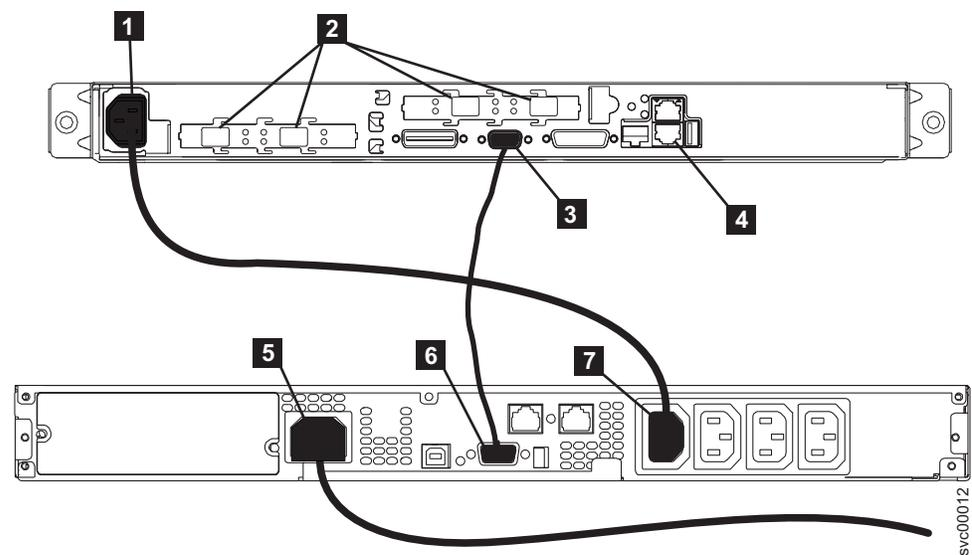

図 28. 無停電電源装置への SAN ボリューム・コントローラー電源ケーブルの接続。
1. SAN ボリューム・コントローラーの後ろにある電源コネクタ¹に電源ケーブルを差し込む。図 28 を参照してください。
2. SAN ボリューム・コントローラ電源ケーブルの空いている端を、UPS 5115 の負荷セグメント 1 コンセント **7** に差し込む。57 ページの図 28 を参照してください。
3. シグナル・ケーブルを、SAN ボリューム・コントローラのシリアル・コネクタ **3** に差し込む。57 ページの図 28 を参照してください。
4. SAN ボリューム・コントローラのシグナル・ケーブルの空いている端を、UPS 5115 の通信ポート **6** に差し込む。57 ページの図 28 を参照してください。